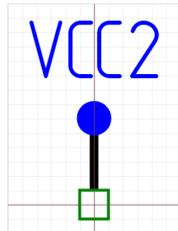

Рис. 65 Порт VCC2
- VCC2 (Питание) – альтернативное обозначение входа питания, например, при использовании различных линий питания, см. Рис. 65.